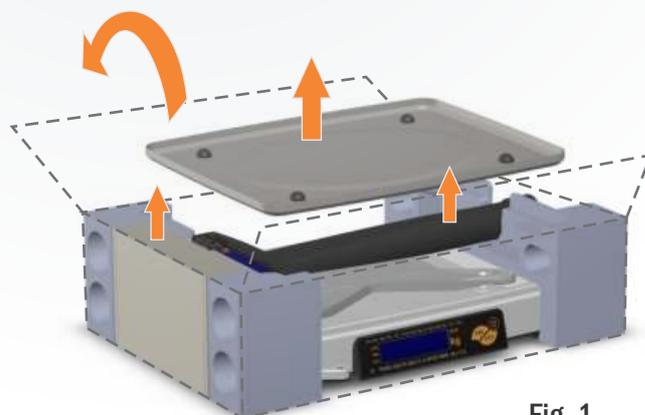

Fig. 1
2. Retire una a una las partes del equipo (fig. 1): BANDEJA MÁSTIL (si corresponde), y FUENTE DE ALIMENTACIÓN (si corresponde).